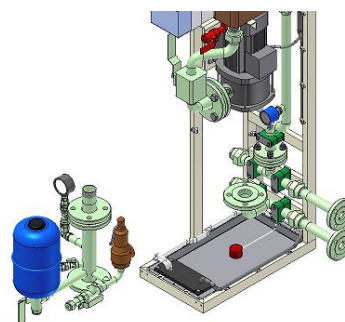

Рис. 4.2-2
12. Извлеките трубу HXL040-PS01-5, как показано на рис. 4.2-2, с помощью подходящего накидного гаечного ключа. К этой трубе подсоединены напорный бак, предохранительный клапан, передатчик давления и манометр. Будьте осторожны, не повредите эти компоненты.